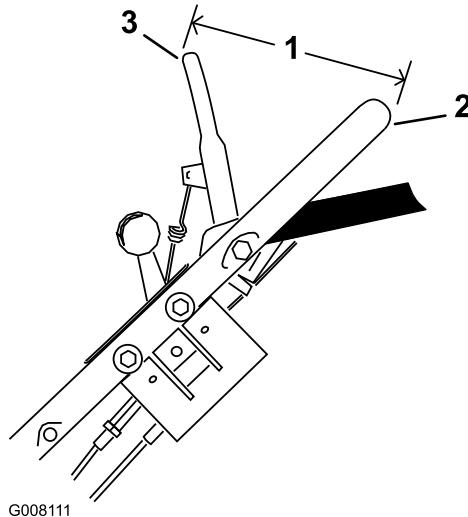

Figura 33
6. Sujete la barra de control de manera que la parte **exterior** de la misma quede a 14 cm de la parte **exterior** del manillar, y tire del cable para eliminar la holgura, pero no tense el muelle (Figura 33).